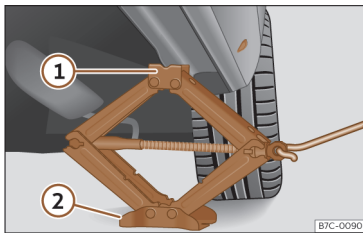

Fig. 236 Larguero: colocación del gato del vehículo.
- Gire la manivela del gato, situado bajo el punto de apoyo del larguero, para elevarlo hasta que la pestaña ① >>> fig. 236 quede situada bajo el alojamiento previsto.
- Alinee el gato de modo que la pestaña ① “agarre” en el alojamiento previsto del larguero y la placa base móvil ② quede apoyada en el suelo. La placa base ② debe caer en la vertical respecto al punto de apoyo ①.